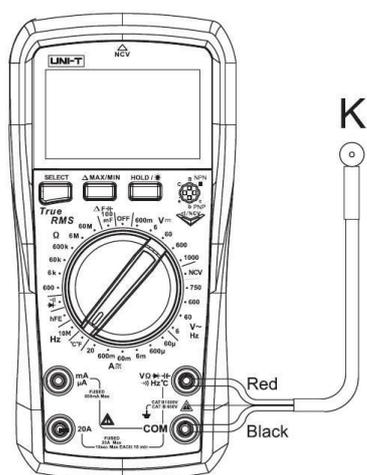

Рисунок 8 Внимание:
8. Измерение температуры (только UT890C) (Рис.8) 1) Поверните переключатель в положение измерения температуры.